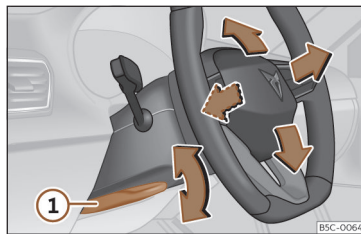

Abb. 83 Hebel auf der linken unteren Seite der Lenksäule.
- Hebel >>> (Abb. 83) ① nach unten schwenken, Lenkrad in die gewünschte Position bringen und Hebel wieder bis zum Schließpunkt nach oben drücken.
- Den Hebel >>> (Abb. 83) ① nach dem Einstellen immer fest nach oben schwenken, damit das Lenkrad während der Fahrt nicht unbeabsichtigt seine Position verändert.